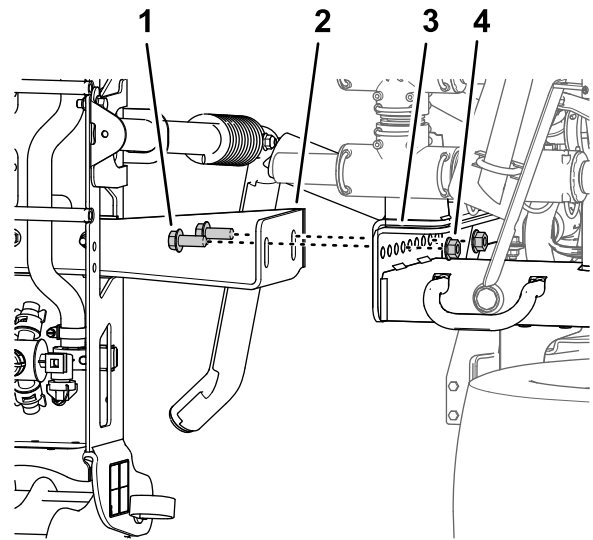

Bild 47
4. Entfernen Sie die vier Bundkopfschrauben (1/2" x 1-1/4") und vier Sicherungsbundmutter (1/2"), mit denen die Stützhalterungen des mittleren Sprühabschnitts an der Befestigungsplatte am Rahmen der Maschine befestigt sind, und nehmen Sie den mittleren Sprühabschnitt von der Maschine ab (Bild 47).